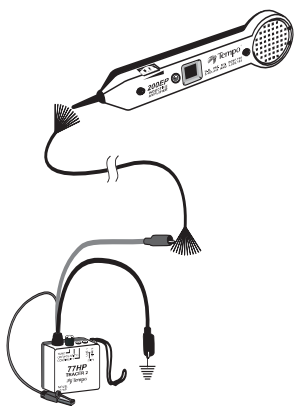

Abb. 2
1. Connect the test set leads of a Tempo Tone Test Set to the subject pair. In the case of a single conductor, connect the RED lead to the subject wire and the BLACK lead to earth or an independent equipment ground. See the instruction manual provided with the tone generator for details. See Figure 2.
1. Connectez les fils de l'appareil de vérification Tempo aux deux fils à tester. S'il s'agit d'un seul conducteur, connectez le fil ROUGE au fil à tester et le fil NOIR à la terre ou à la terre d'un équipement indépendant. Voir le manuel d'utilisation fourni avec le générateur de tonalité pour plus de détails. Voir figure 2.
1. Die Messleitungen eines Tempo-Tonprüfgeräts am entsprechenden Aderpaar anschließen. Im Fall einer einzigen Ader die ROTe Messleitung an der entsprechenden Ader und die SCHWARZE Messleitung an der Masse oder einer unabhängigen Instrumentenmasse anschließen. Einzelheiten finden sich in der Bedienungsanleitung des Tongenerators (siehe Abb. 2).